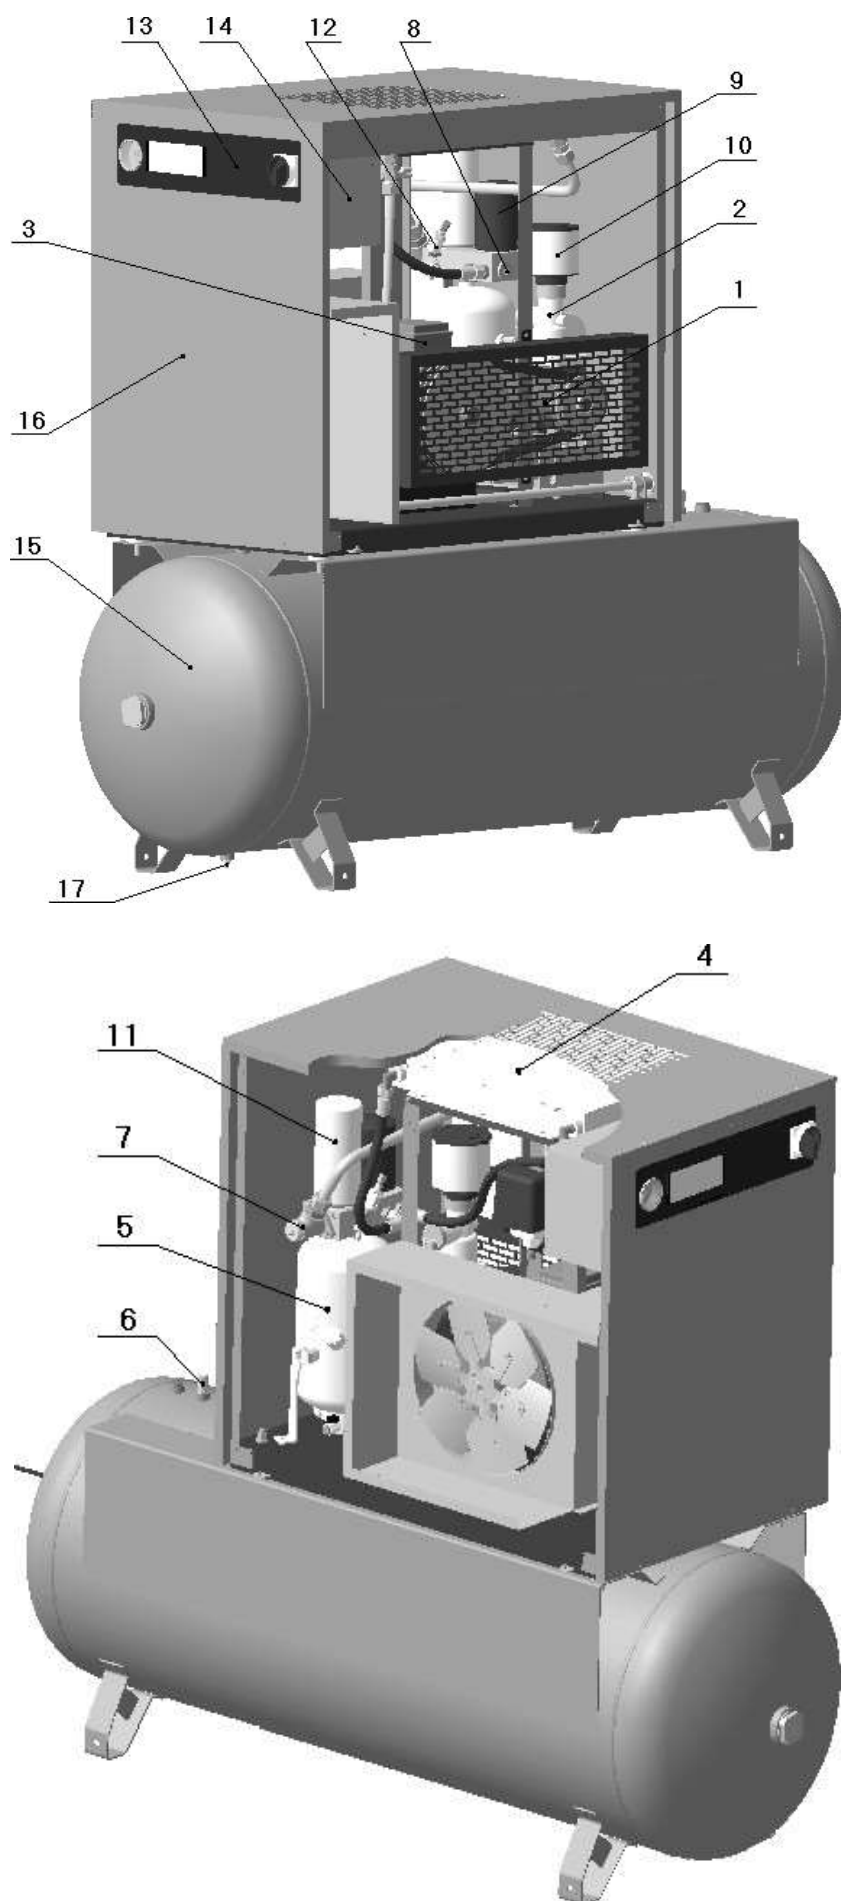

Рисунок 2 – Общий вид компрессорной установки BK15T-...-500
**6 – Клапан предохранительный** (см. рисунок 2 или 3) пневматический осуществляет защиту корпуса ресивера воздушного от превышения давления, по причине: "засорения" фильтра-маслоотделителя; неисправности клапана всасывающего или клапана минимального давления; неисправности датчика давления и др.
**15 – Ресивер воздушный** (см. рисунок 2 или 3) предназначен для сбора сжатого воздуха (управление компрессором осуществляется по избыточному давлению, создаваемому в ресивере или пневмомагистрали), устранения пульсации давления, предварительного отделения конденсата и масла. Ресивер одновременно является корпусом, на котором смонтированы агрегаты компрессорной установки.
**17 – Конденсатоотводчик** (см. рисунок 2 или 3) предназначен для удаления скопившихся в ресивере конденсата и масла.